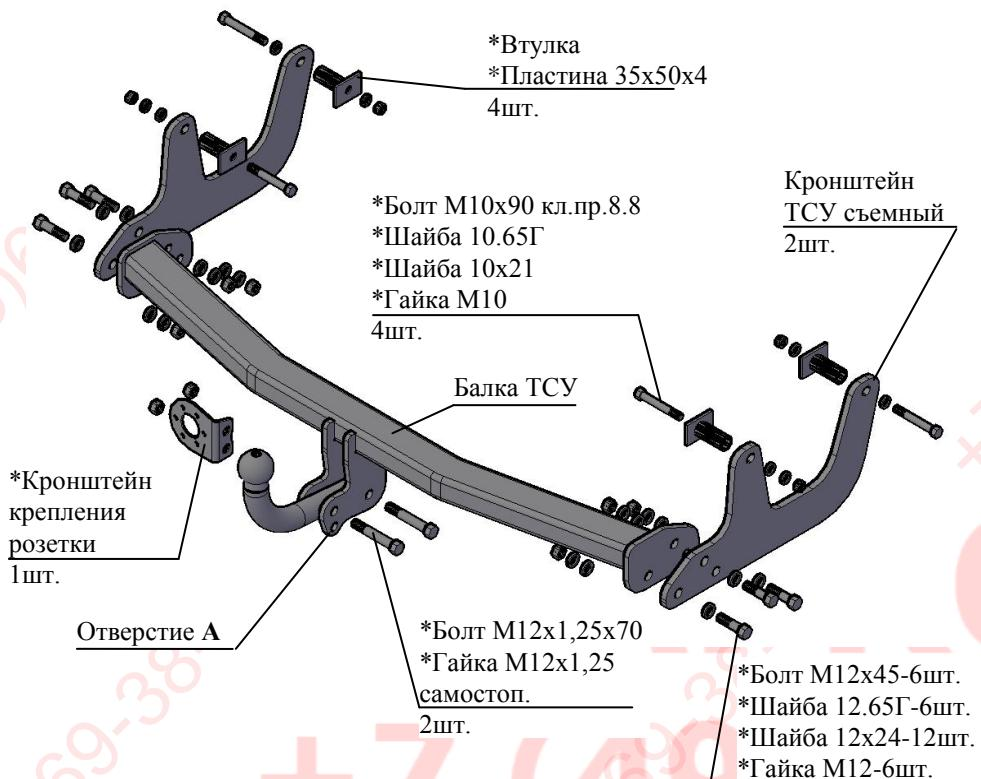

Рис.1 Тягово-сцепное устройство 9030
2.1 ТСУ 9030 в сборе (рис.1)	1 шт.
2.2 Пакет с комплектующими (см. рис.1)	1 шт.
4.2 Закрепить съемные кронштейны ТСУ к наружным полкам лонжеронов а/м болтами M10x90 (кл.пр.8.8), соблюдая положение болтов в соответствии с рис.1. Внутрь лонжеронов установить дистанционные втулки. Шайбы 10x21 устанавливать под головки болтов и под гайки со стороны съемных кронштейнов ТСУ. Пластины 35x50x4 установить соответственно рис.1 Крепеж не затягивать.